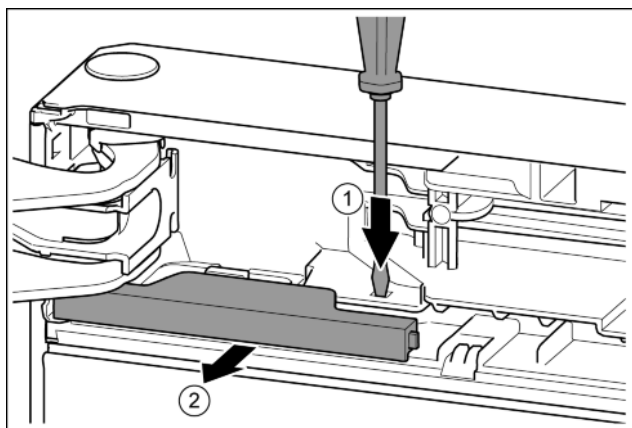

Fig. 9
- Nakładkę wcisnąć przy pomocy śrubokręta. Fig. 9 (1)
- Wyciągnąć osłonę z blokady. Fig. 9 (2)